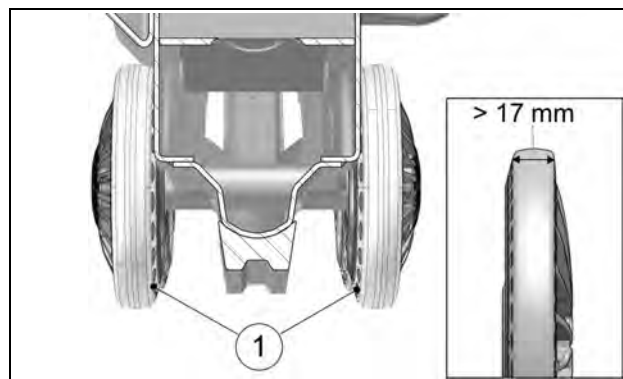
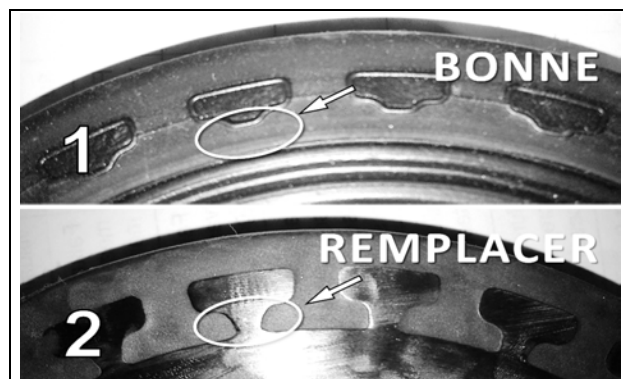

Figure 37
Figure 38
Vérifier l'usure de la bande de guidage interne (1). Remplacer la roue si l'usure du revêtement révèle la structure de plastique interne (Fig. 38-2) -- (roue neuve: Fig. 38-1) ou si la largeur de la bande de roulement est inférieure à 17 mm -- (état neuf: 22 mm). Une roue trop usée n'offre plus le support nécessaire au guidage de la chenille. Figure 37 et Figure 38.